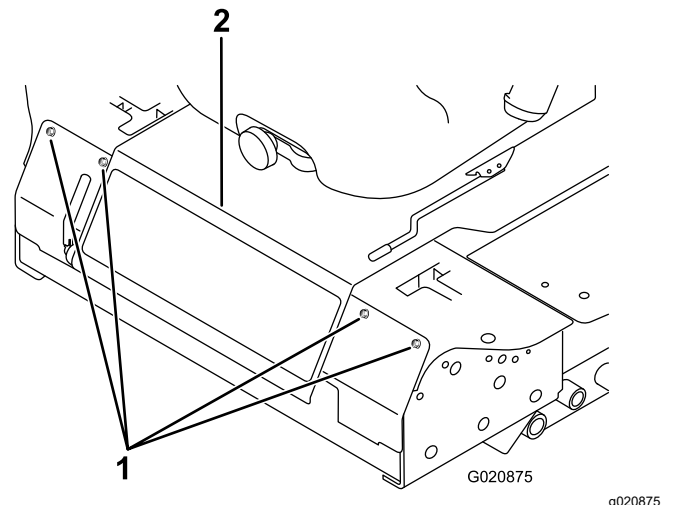

図 47
2. 前パネルを止めているボルトを外して前パネルを外す (図 47)。